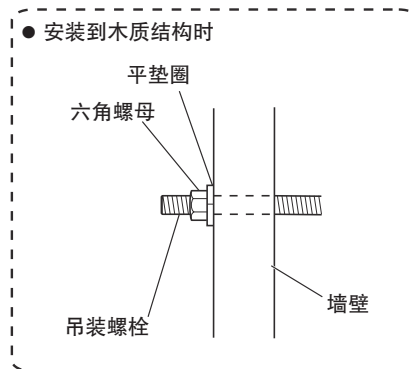

图 2
- 当安装到木质结构时，请在墙壁上钻孔，并使用市售的六角螺母 ( M10 ) 和平垫圈 ( M10 ) 来安装市售吊装螺栓 ( M10 )。( 图 2 )